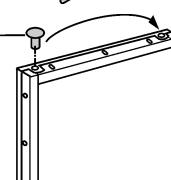

Fig. 5
- ▶ Cambie de sitio el tapón de cojinete Fig. 5 (5)